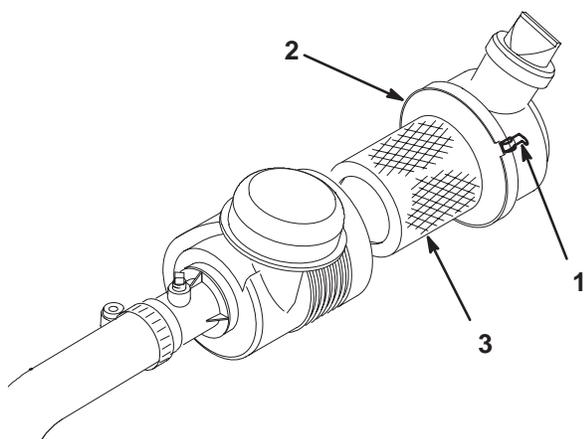

Bild 35
1. Lösen Sie die Laschen, mit denen die Luftfilterabdeckung am Luftfilterkörper befestigt ist (Bild 35). Trennen Sie die Abdeckung vom Körper ab. Reinigen Sie die Innenseite der Luftfilterabdeckung.
3. Montieren Sie die Abdeckung und befestigen Sie sie mit den Laschen (Bild 35).